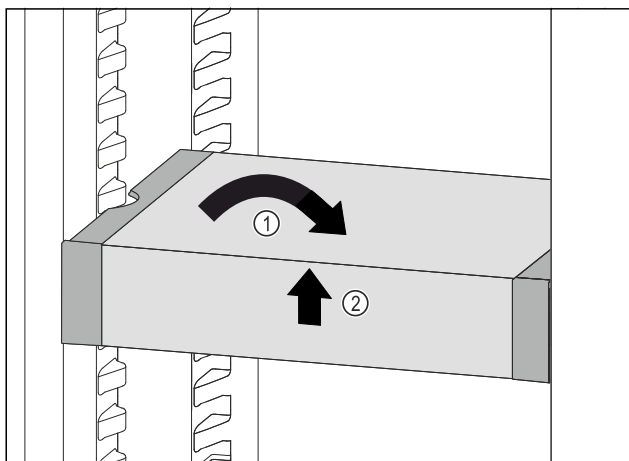

Fig. 137
- Poziționați drept VarioSafe. Fig. 137 (1)
- Ridicați în față VarioSafe. Fig. 137 (2)